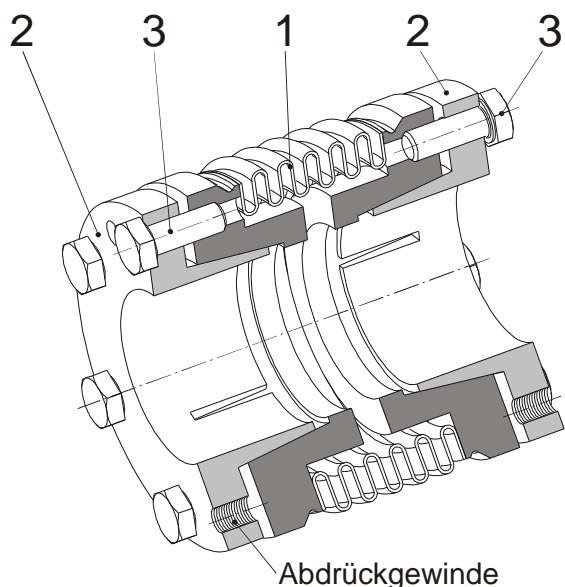

Bild 1: Type 931.311
Montage der Kupplung Type 931.311 (Bild 1)
In den Konusbuchsen (2) befinden sich zur Demontage zwei (bei Größe 5 vier) Abdrückgewinde (Bild 1). Nachdem alle Sechskantschrauben (3) gelöst sind, können die Konusbuchsen (2) mit den Sechskantschrauben (3) aus den Naben des Metallbalges (1) herausgedrückt werden. Zur Demontage der Klemmnaben (4.1) müssen lediglich die Zylinderschrauben (5) gelöst werden. Bevor die An- und Abtriebsseite zum Abnehmen der Kupplung auseinandergezogen werden, muss sichergestellt sein, dass die Welle-Nabe-Verbindungen gelöst sind, um eine Beschädigung des Metallbalges zu vermeiden.